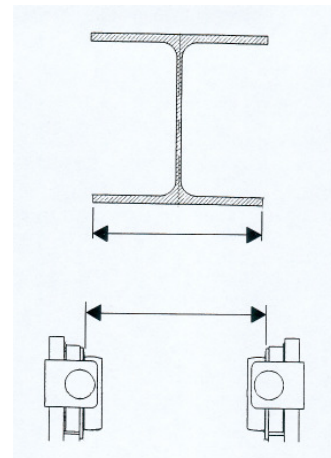

Fig.20
- Dans le cas des potences type H ou T, s'assurer que le chariot porte palan correspond à la largeur de Fer de roulement (fig. 20).